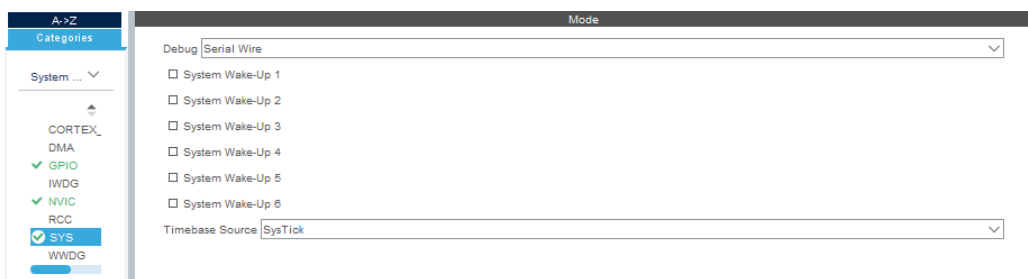

Figure 1 : Configuration SYS
| Figure 1 : Configuration SYS.....  | 5  |
1. Sur **SYS** on choisit **Serial Wire** Comme **Debug** et **SysTick** comme **timebase Source** (Figure 1)